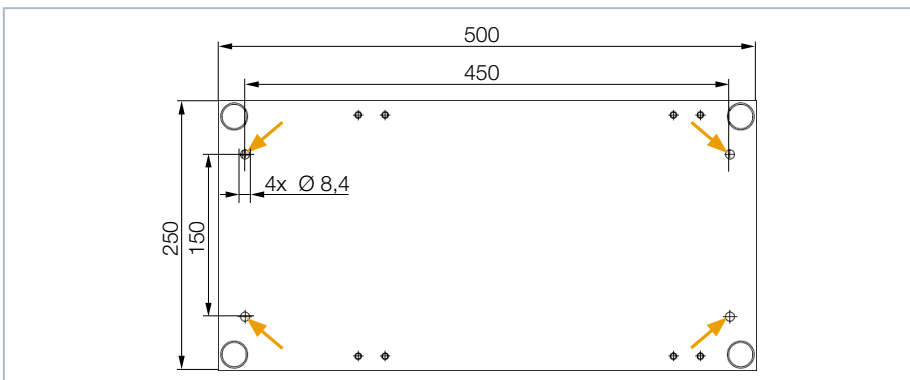

Abb. 5.1: Vier Durchgangsbohrungen $\varnothing 8,4$ mm (Ansicht von unten)
1. Nach dem Abkühlen des Absorbers vier Befestigungsschrauben M8 heraus-schrauben (siehe Abb. 5.1 auf Seite 9).